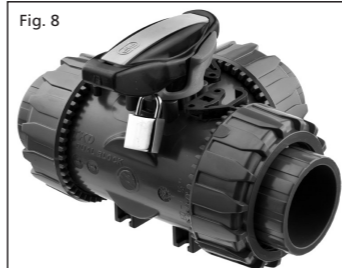

Fig. 8
La valvola TKD può essere dotata di blocco maniglia per inibire la rotazione della sfera. (Fornito separatamente). Quando il blocco (16,17) è installato, occorre sollevare la leva (17) ed effettuare la rotazione della maniglia. (Fig. 7) È possibile inoltre l'installazione di un lucchetto sulla maniglia per salvaguardare l'impianto da manomissioni. (Fig. 8)
- Installation of a pad lock is possible for "lock out" requiring applications. (Fig. 8)
- Il est aussi possible d'installer un cadenas sur la poignée afin de garantir une sûreté supérieure. (Fig.8)
- Es ist ebenfalls möglich ein Vorhängeschloss zur Sicherung anzubringen. (Fig. 8)
- Sbloccare le ghiera premendo sulla leva del DUAL BLOCK® (26) in direzione assiale allontanandola dalla ghiera. Vedi punto 5 "Installazione sull'impianto". È comunque possibile rimuoverla completamente il dispositivo di blocco dal corpo valvola.
- Svitare completamente le ghiera (13) e sfilare la cassa (7).
- Dopo aver portato la maniglia (2) nella posizione con le tre frecce rivolte verso le tre bocche (per la sfera ad L con le due frecce rivolte alla bocca a e b), estrarre dalla maniglia (2) l'apposito inserto (1) ed infilare le due sporgenze nelle corrispondenti aperture degli anelli di fermo (15), estraendo così i supporti (11) ad essi solidali con una rotazione antioraria.
- Estrarre la sfera (6) dalla bocca centrale avendo cura di non danneggiare la superficie di tenuta.
- Rimuovere dai supporti (11) le guarnizioni in PTFE (5) e gli O-ring (8), (9), (10).
- Tirare la maniglia (2) verso l'alto per estrarla dall'asta comando (4).
- Premere sull'asta comando (4) verso l'interno della cassa fino ad estrarla.
- Togliere la guarnizione di PTFE (5) con il relativo O-ring (8) dall'interno del corpo valvola.